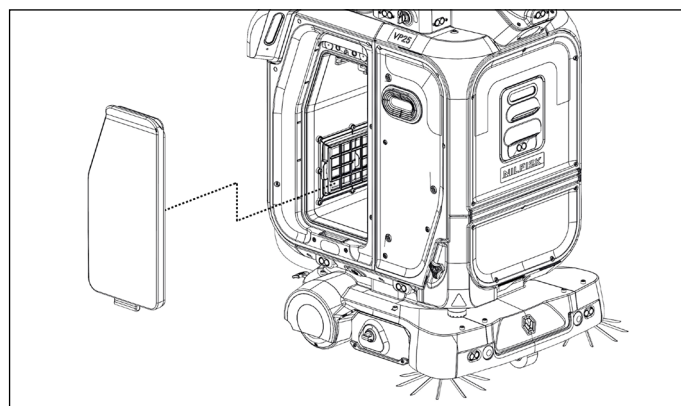

Abbildung 80
1. Öffnen und entfernen Sie die Tankklappe (**13**) (**Abb. 2**), indem Sie die Oberseite der Klappe nach außen ziehen und dann die Klappe vom Roboter abheben (**Abb. 80**).
1. Öffnen und entfernen Sie die Tankklappe (13) (Abb. 2), indem Sie die Oberseite der Klappe nach außen ziehen und dann die Klappe vom Roboter abheben (Abb. 80).